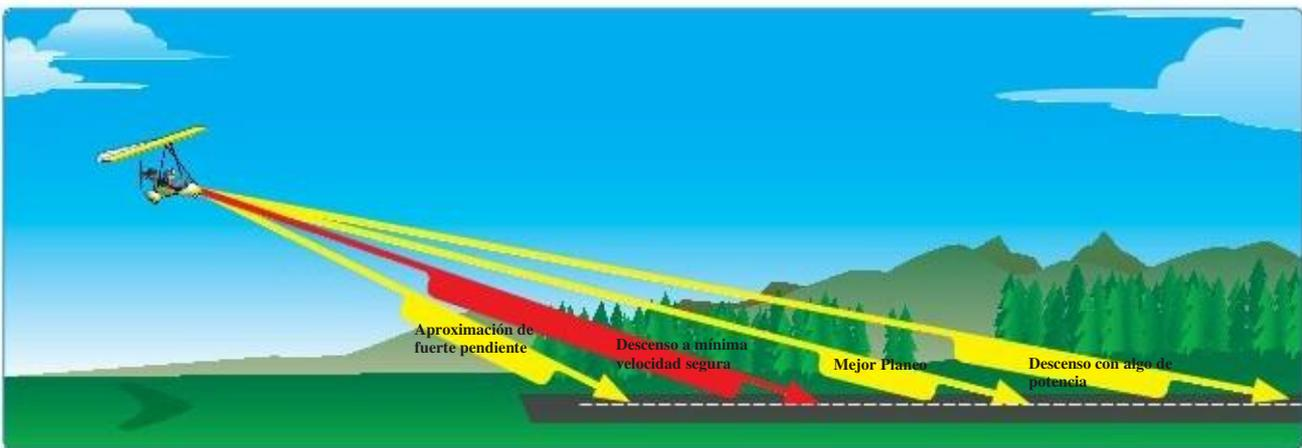

Figura 6-15. Velocidades y ángulos de planeo.
- Planeo— maniobra básica en la que la aeronave pierde altitud en un descenso controlado con escasa o nula potencia; el movimiento hacia delante lo desarrolla la fuerza de la gravedad, descendiendo esta por un imaginario plano inclinado, controlando el piloto la tasa de descenso jugando el piloto sólo con velocidad, la cual determina la relación de fuerzas de sustentación y resistencia. [Figura 6-15]